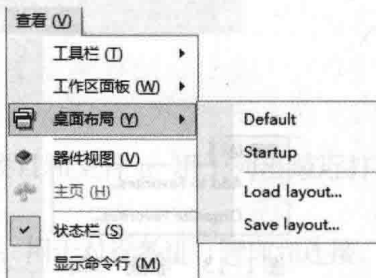

图 1-11 “桌面布局”命令子菜单
(3) “桌面布局”命令：用于控制桌面的显示布局，其子菜单如图 1-11 所示。